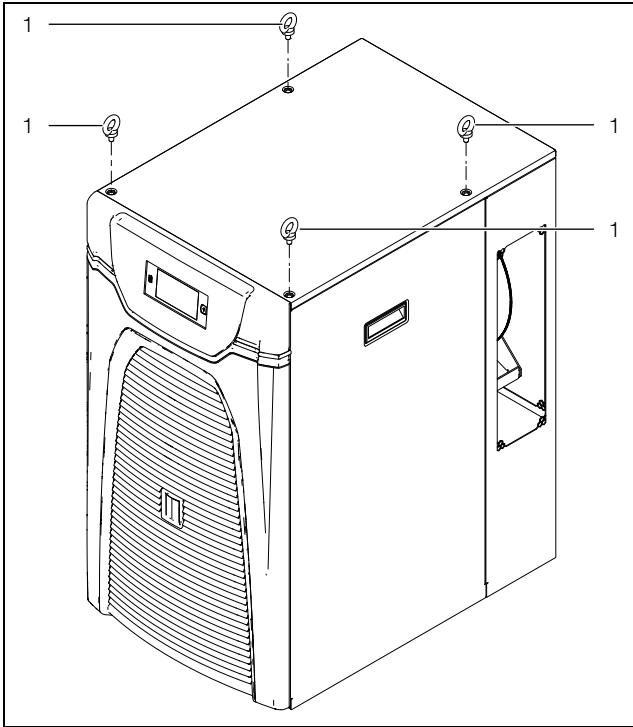

Imagen 27: Perno para transporte (3319100 y 3320200)
- Transporte la chiller únicamente sobre el palé suministrado o mediante el perno previsto para ello (imagen 27, pos. 1).